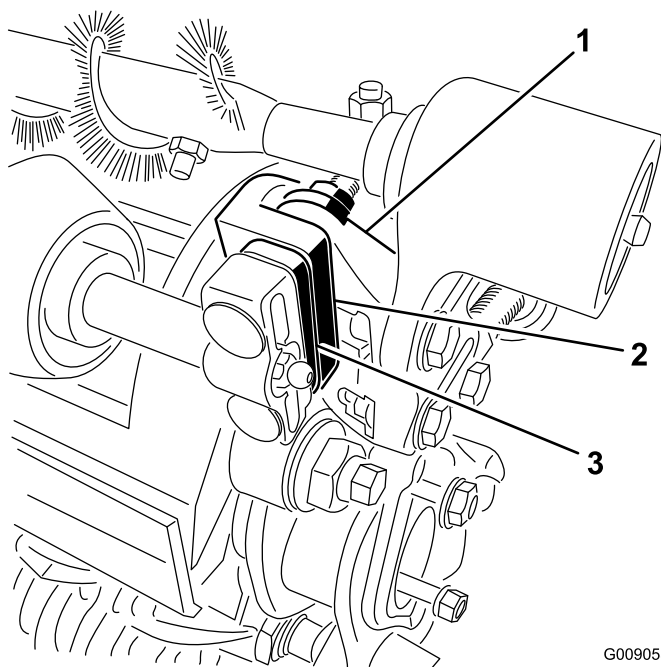

図 9
**重要** ローラブラシ・アセンブリ取り付けブラケットは、カッティングユニットのサイドプレート取り付けフランジの上面に直接固定する必要があります。ローラブラシ取り付けブラケットとサイドプレート取り付けフランジとの間にスペーサなどを挟まないでください。ローラブラシ取り付けブラケットの上部に、追加の 6mm スペーサを取り付けてください **図 9**。